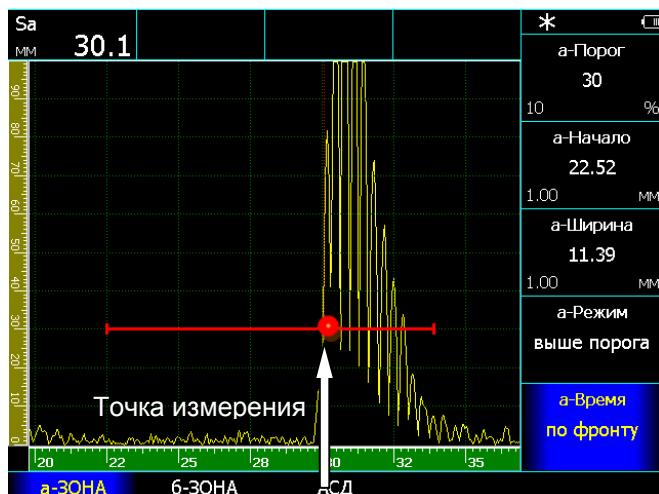

Рис. 3-3 Измерение времени прихода сигнала «по фронту»
- время, соответствующее первой точке пересечения фронта сигнала с порогом зоны контроля (режим – «по фронту», рис. 3.3)